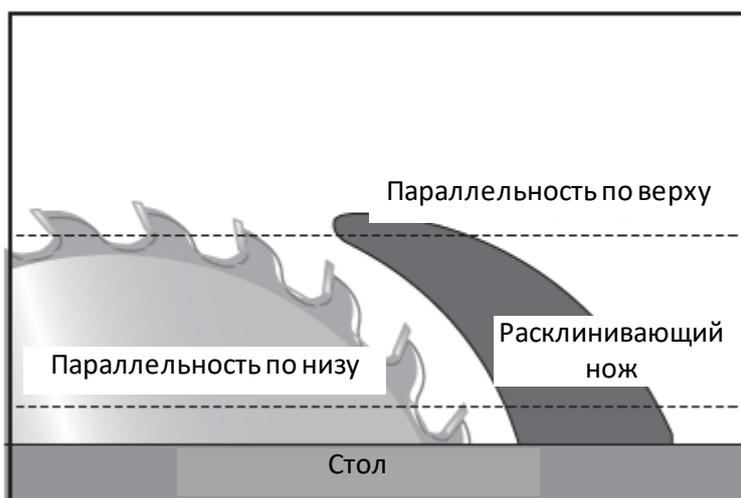
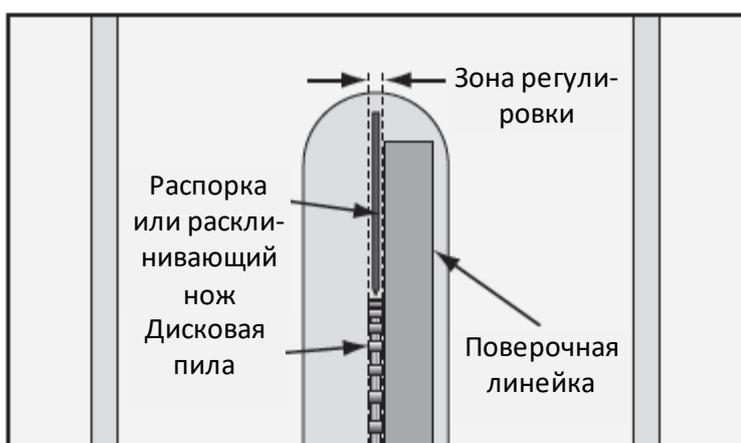

Рис. 35. Проверка параллельности по верху и низу расклинивающего ножа относительно пилы
Рис. 36. Зона регулировки распорки или расклинивающего ножа
4. Положить поверочную линейку по верху и низу пилы и распорки или расклинивающего ножа, как показано на рис. 35. Распорка или расклинивающий нож должен быть параллелен дисковой пиле по её длине в обоих положениях и должен находиться в зоне регулировки, как показано на рис. 36.